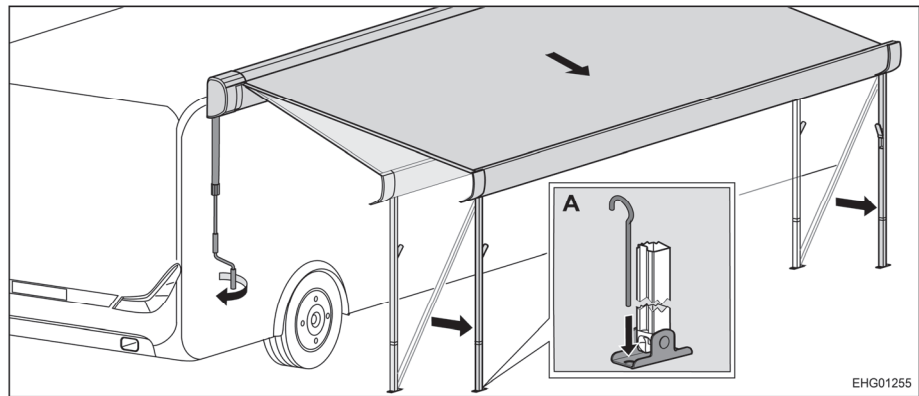

Fig. 22 Mover el toldillo a la posición final
- Fijar los pies de apoyo en el suelo usando piquetas (Fig. 22,A).